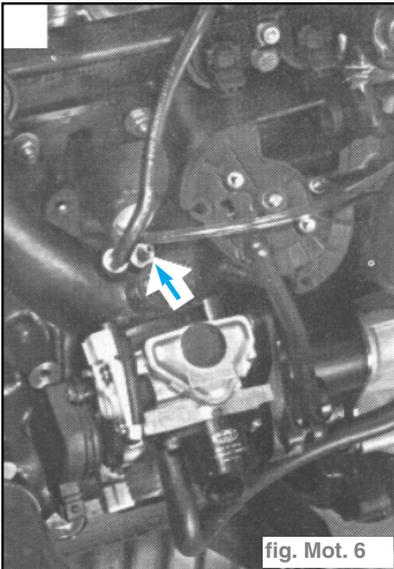

fig. Mot. 6
- Débrancher le petit tuyau du signal de dépression. (fig. Mot. 6)